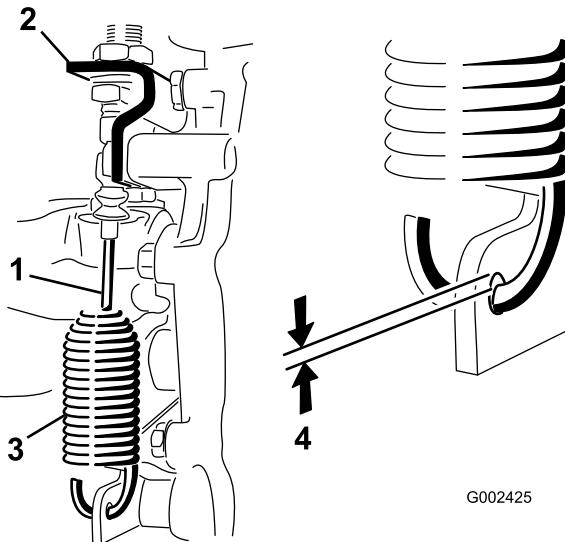

Рисунок 45
- Ослабьте контргайки, которые крепят тросик блокировки дифференциала к кронштейну на мосту с коробкой передач (Рисунок 45).